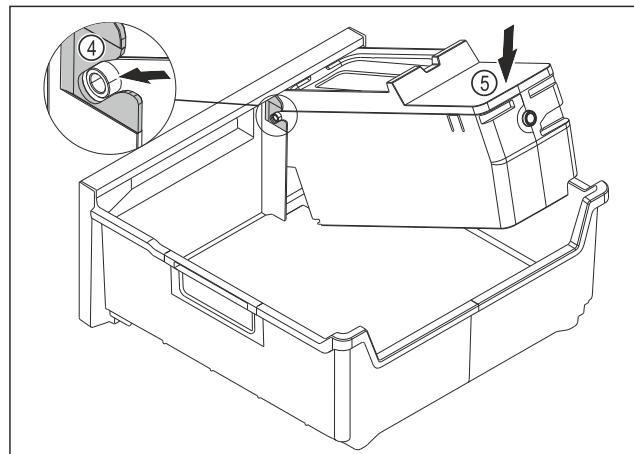

Fig. 95
- Montáž korpusu EasyTwist-Ice: Osi korpusu EasyTwist-Ice zasuňte do vedení Fig. 95 (4).
- Zatlačte korpus EasyTwist-Ice Fig. 95 (5) zozadu smerom nadol.